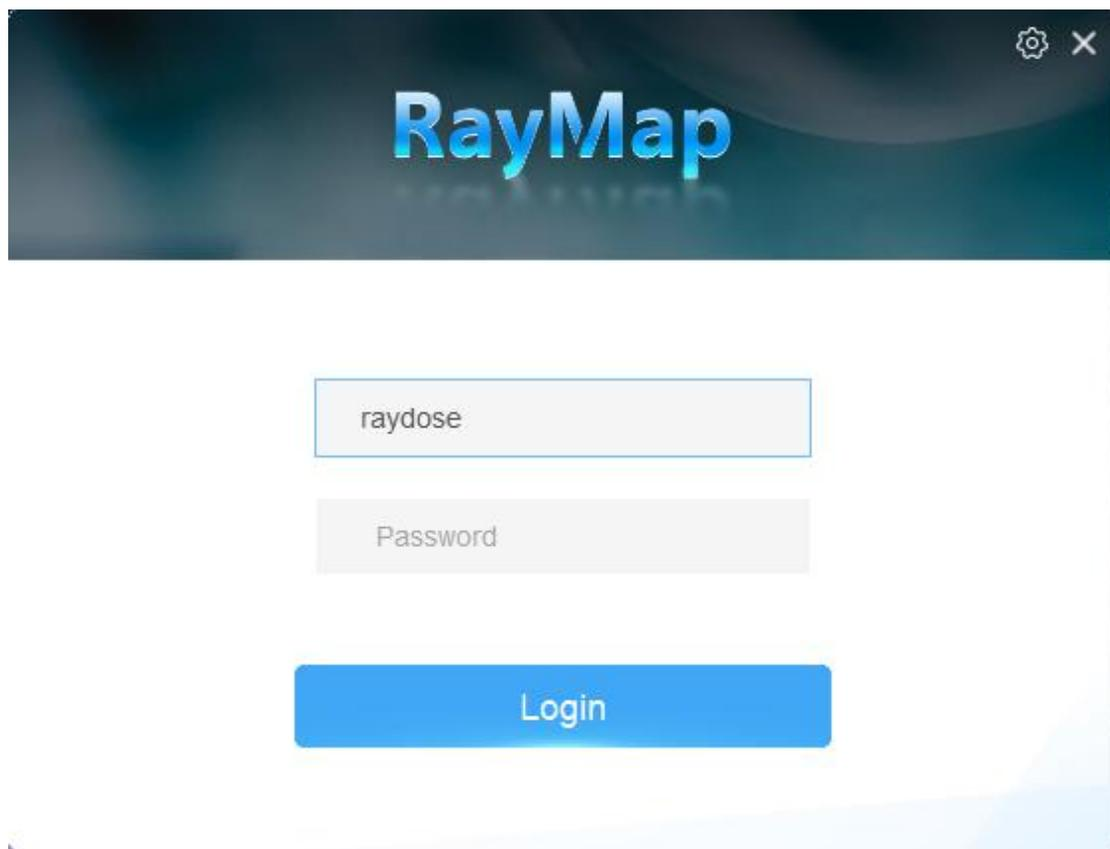

图4-1 RayMap登录界面
使用RayMap前需要先登录，登录界面如下图4-1所示，输入正确的账号和密码才能正常登录RayMap，RayMap出厂时会内置一个默认用户，账号：raydose，密码：raydose。
- (1) “Machine ID” 下拉列表：选择所有记录单元中指定机器ID的内容显示；
- (2) “ID/Name”：按ID或Name搜索和显示计划；
- (3) “Verification type” 下拉列表：通过选择不同的验证类型筛选计划；
- (4) “Prev, next, go to”：往前向后翻页，或者转到某一指定页面显示；
- (5) “Operation”：对当前记录进行操作，如测量、删除等，详见4.5.3；具体见图4-1所示。